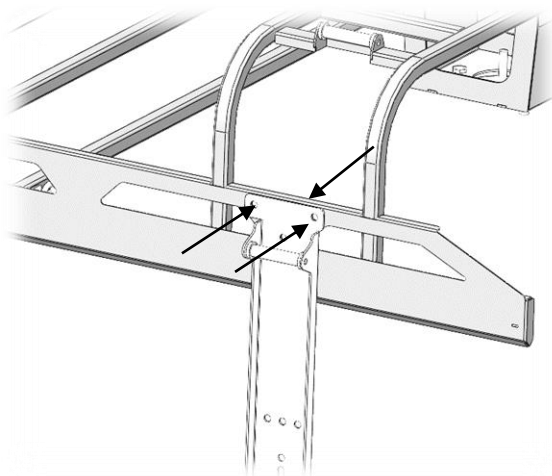

Рис.5
4. Способ крепления лебедки показан на рис.5. Крепление осуществляется теми же рым-болтами, что и багажник в транспортном положении.